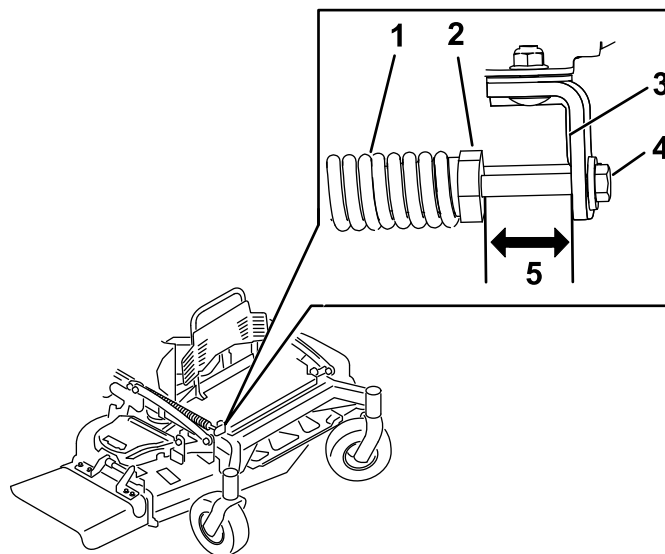

Figura 86
2. Compruebe la distancia entre la tuerca del muelle y el lado trasero del soporte de montaje soldado (Figura 86).
3. Asegúrese de que la longitud es de 47 mm – 50 mm (1.8" – 2"), como se muestra en la Figura 86.
4. Si es necesario, ajuste la distancia ajustando el perno situado en la parte delantera del soporte de montaje (Figura 86).